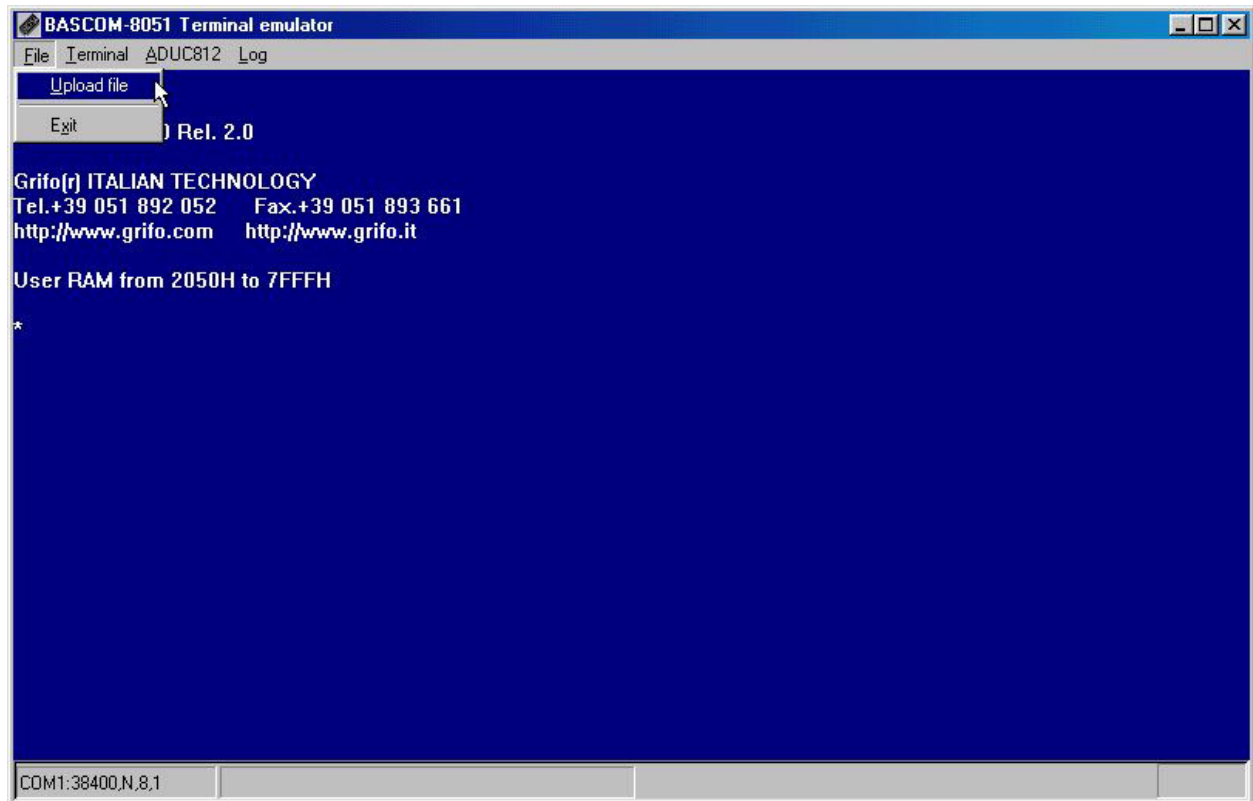

FIGURA 14: SCARICAMENTO FILE CON BASCOM 8051
- 6) Attivare lo scaricamento del file HEX Intel generato al punto 3, con la voce *File / Upload File* della finestra *BASCOM-8051 Terminal Emulator* (vedere figura 14).